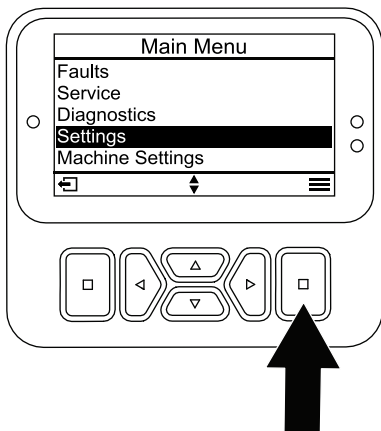

Figura 19
1. En el menú PRINCIPAL, vaya al menú AJUSTES y pulse el botón Seleccionar (Figura 19).